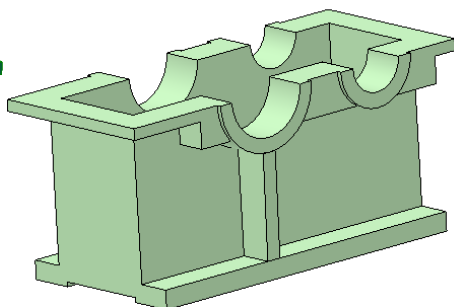

图 9-31 创建完毕加强筋
④单击【确定】按钮，完成加强筋的创建，此时零件如图 9-31 所示。